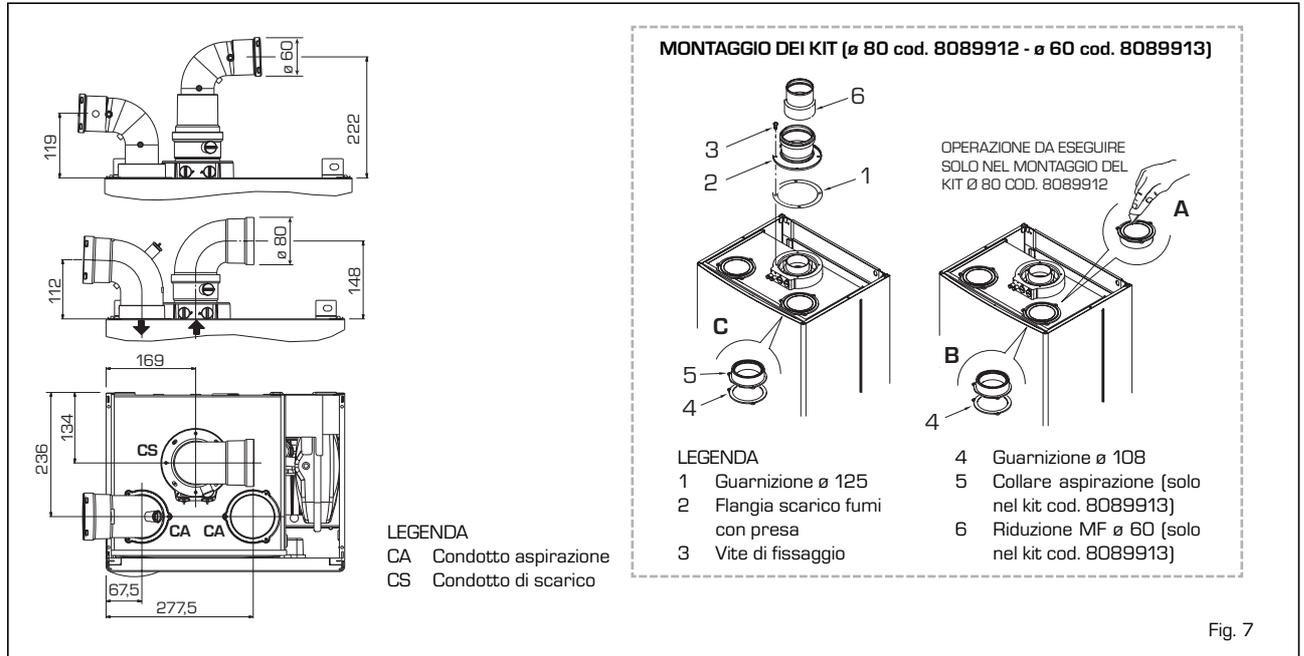

Fig. 7
## 2.6 INSTALLAZIONE CONDOTTI SEPARATI ø 80 - ø 60 (fig. 7- fig. 8)
Il kit condotti separati consente di separare i condotti di scarico fumi e aspirazione aria (fig. 7):
**ATTENZIONE: Solo le versioni "25-30" vengono fornite con un diaframma in acciaio cod. 6028605 da posizionare sulla flangia scarico fumi [pos. 2 fig. 7] quando la perdita di carico totale dei condotti separati risulta inferiore a 9 mm H2O [con perdite di carico totali superiori a 9 mm H2O fino a 15 mm H2O non utilizzare il diaframma].**